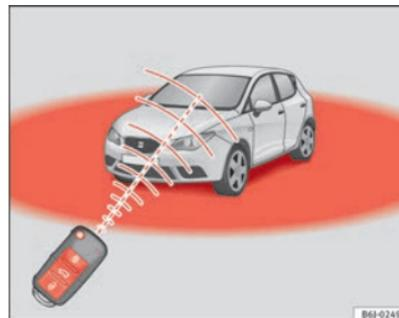

Fig. 47 Raio de acção do comando à distância por radiofrequência
Além disso, o indicador luminoso da pilha da chave ⇒ Fig. 47, começa a piscar.
- O comando à distância por radiofrequência só funciona dentro do seu raio de acção ⇒ Fig. 47.